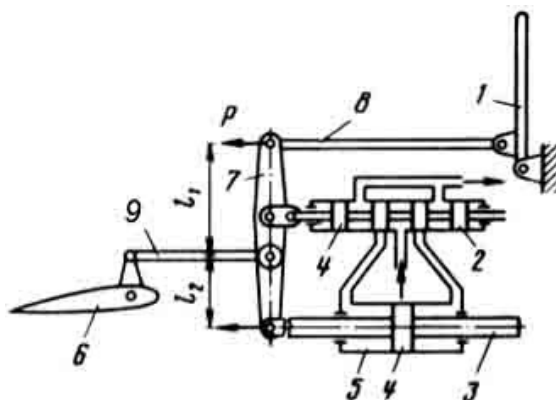

Рисунок 2 - Схема обратимого гидроусилителя:
**Задача 2.** Как изменится усилие на рычаге управления от действия шарнирного момента, если плечо  $l_2$  качалки увеличить, а плечо  $l_1$  уменьшить (см. рис. 2 )?